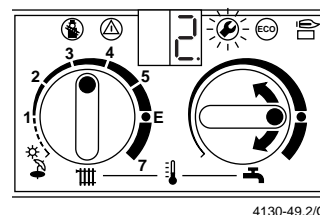

Figura 51
- Regular „2.“ para água quente no regulador de temperatura, isto significa rendimento máx. calorífico (figura 51).